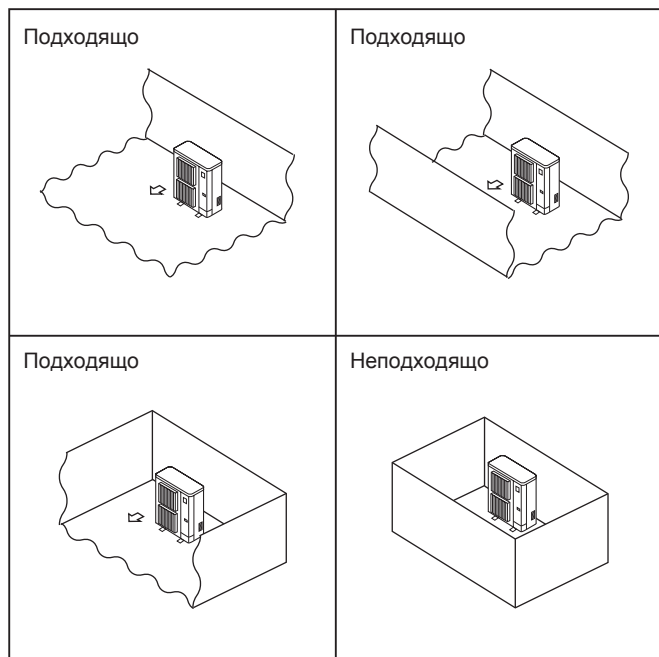

Fig. 2-1
- ⊙ Монтирайте външните тела на място, където поне една от четирите страни е открита, и на достатъчно голямо пространство без понижено атмосферно налягане. (Fig. 2-1)